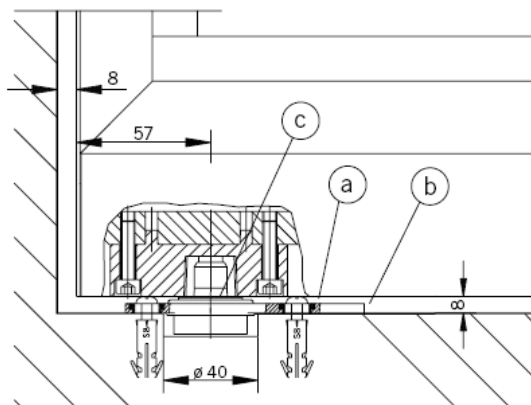

Fig. 16
16. Напольный шарнир для крайней панель-двери одностороннего открывания (Рис. 16):